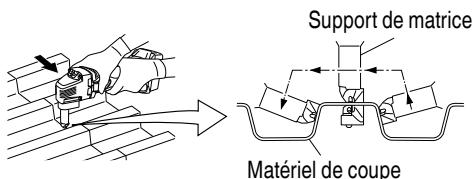

Fig. 9
- Maintenir la machine fermement avec les deux mains comme montré dans Fig. 9. Aligner avec la forme de la plaque trapézoïdale, et pousser la machine vers l'avant jusqu'à ce que le support du moule soit à angle droit comme montré dans la Fig. 9 et effectuer la coupe.